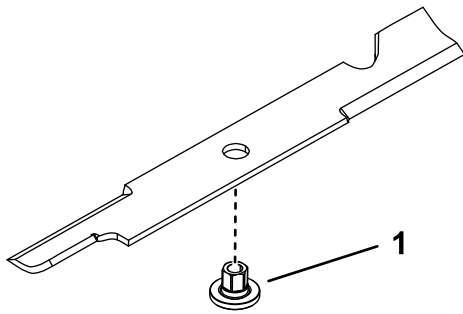

Figure 81
1. Insérez la douille dans la lame en plaçant l'embase sur le côté inférieur (côté herbe) de la lame (Figure 81).